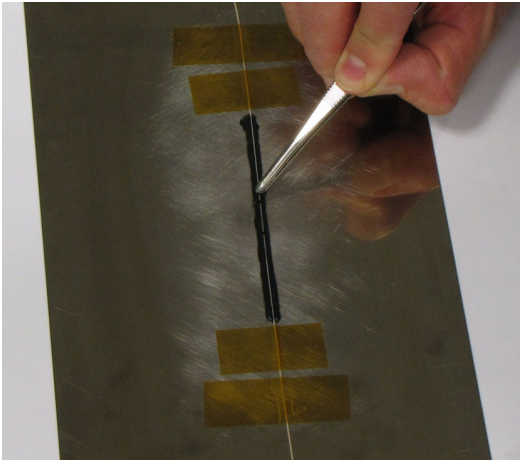

Fig. 2.12 Enfoncement de la fibre optique FS70PKF avec une pince à bouts arrondis
- ▶ Presser délicatement la fibre optique sur la colle époxy avec une pince à bouts arrondis afin que la fibre s'incorpore intégralement dans la colle et qu'elle reste aussi près que possible de la surface du composant (Fig. 2.12).